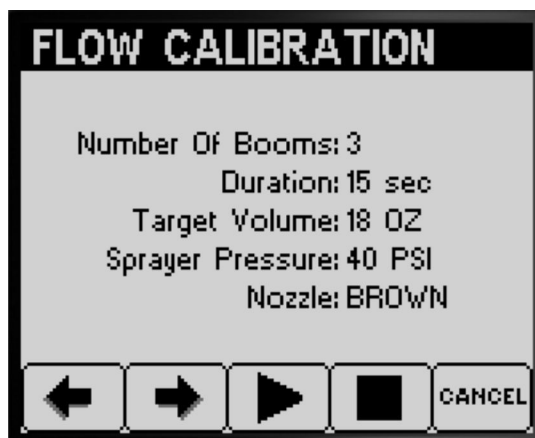

Figura 50
4. No ecrã Reprodução do teste de recolha, confirme o número de rampas, a cor dos bicos e prima o botão 3 para iniciar o teste de recolha (Figura 50).